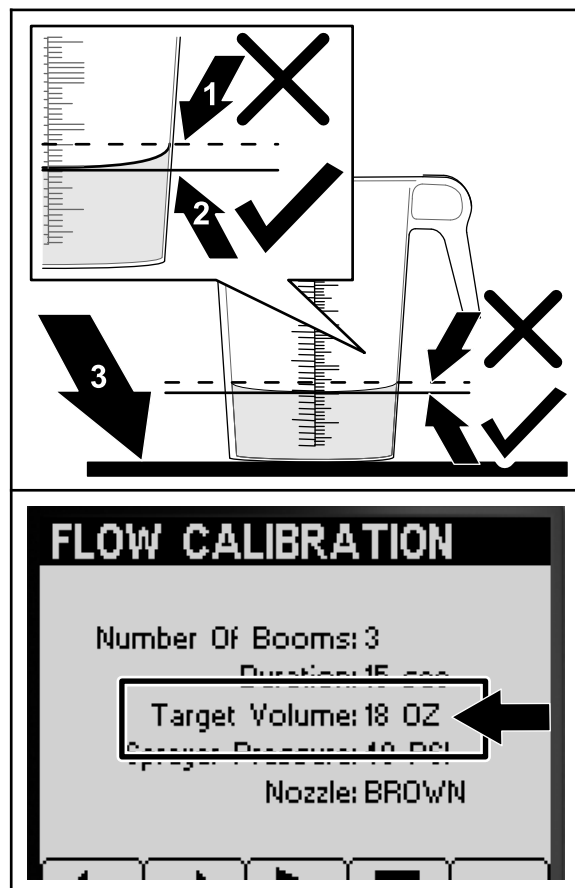

図 52
6. 目盛付き容器を水平な場所において回収された水量を調べる 図 52
7. 実際に容器にたまった水量と、インフォセンターの画面に表示されている目標値を比べる 図 52。